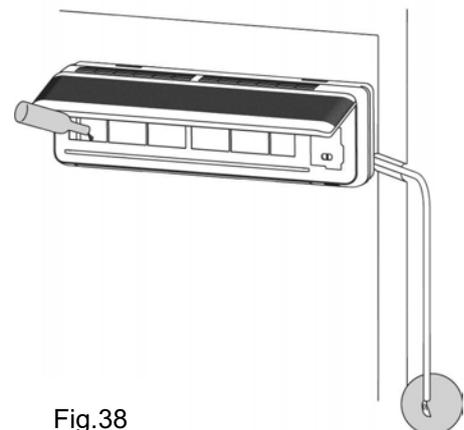

Fig.38
**IMPORTANTE:** verificare il corretto deflusso del liquido di condensa attraverso il relativo tubo versando, molto lentamente, circa 1/2 litro di acqua nella vaschetta di raccolta dell'unità interna (fig. 38).